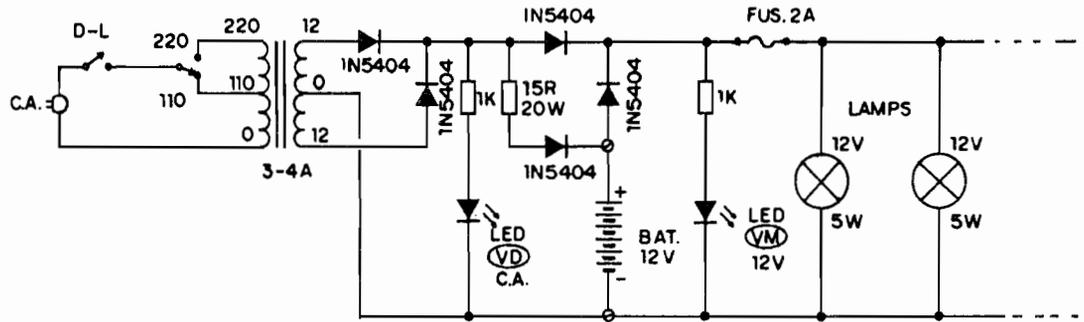

Fig.1
**- FIG. 1 - DIAGRAMA ESQUEMÁTICO DO CIRCUITO** - Mesmo "mantendo em pé" as melhores características, o circuito foi propositalmente "enxugado", eliminando-se toda e qualquer sofisticação que pudesse complicá-lo ou elevar seu custo final (sem perda das essenciais condições de confiabilidade e segurança no funcionamento...). Assim, na prática, foram evitados módulos eletrônicos complexos, optando-se por uma fonte simples, baseada num trafo convencional (primário para 0-110-220V e secundário para 12-0-12V x 3 ou 4 ampères...), proporcionando a redução da Tensão da rede (110 ou 220 volts, seccionada por chave...) para 12V, sob razoável Corrente... Dois diodos 1N5404 estabelecem uma retificação em onda completa (facilitada pelo terminal central, de "zero" volt, do secundário...), oferecendo uma C.C. pulsada, já nos parâmetros necessários aos módulos seguintes e à aplicação final. Logo em seguida, um LED (verde), protegido quanto à Corrente por um resistor de 1K, monitora a presença de Tensão na rede local (por método **indireto** já que encontra-se acoplado ao secundário do trafo..) e - ao mesmo tempo - atua como piloto do estado em **stand by** do **ILPES**... A partir desse ponto do circuito, a energia é literalmente "dividida", seguindo uma parte dela (num máximo "permitido" de aproximadamente 2A, porém num limite "estabelecido" de pouco mais de 1A...), através de um outro diodo 1N5404, diretamente para a Saída operacional destinada ao acionamento de até 15W de lâmpadas (obviamente, lâmpadas para 12V, tipo "automotivo" - detalhes mais à frente...). No percurso final da energia, um fusível para 2A previne problemas pa-